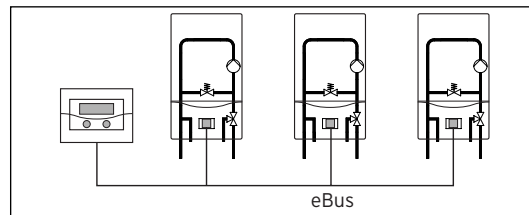

Fig. 4.1 Tilslutning af buskobleren
- Forbind buskobleren med styringen auroMATIC 620 eller calorMATIC 630 via bustilslutningsstikket for at muliggøre kommunikationen i systemet (fig. 4.1).